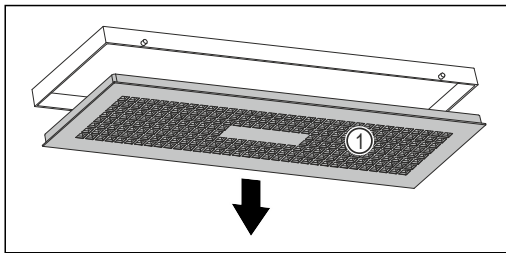

Fig. 99
- Nádržku na vodu pomalu otočte směrem dolů a přitom držte kryt Fig. 99 (1).
- Kryt Fig. 99 (1) odeberte.